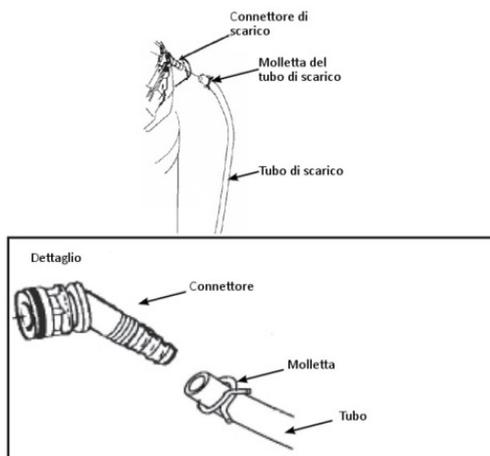

Figura 5 - Installazione del tubo di scarico
Una volta installato, fare riferimento alla Figura 5 e al paragrafo Regolazione della durezza residua tramite la valvola di bypass a pagina 30 per il funzionamento del bypass.
Far riferimento alla Figura 5 ed eseguire i seguenti passaggi:
4. Posizionare il bypass in posizione di servizio (Figura 5) avendo cura di eseguire la manovra delicatamente onde evitare un aumento troppo rapido della pressione nell'addolcitore.